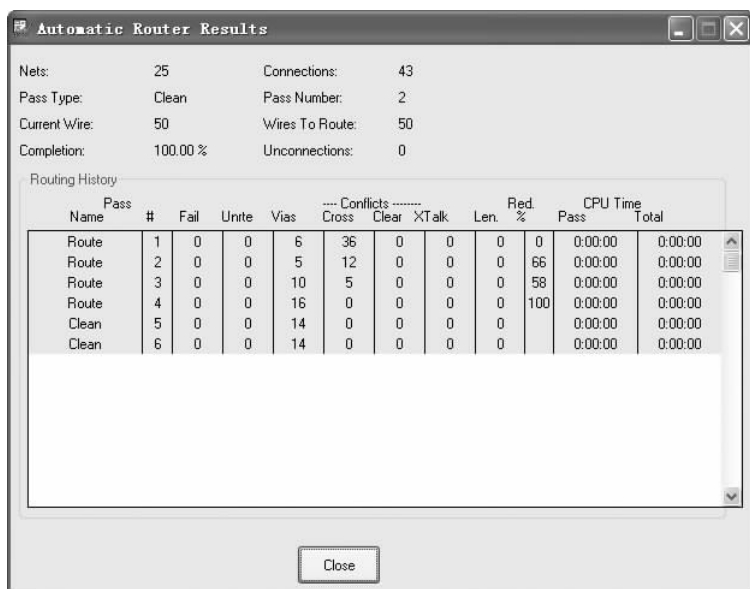

图 12-98 布线结果
3) 默认参数设置, 单击 **Route** 按钮, 开始进行自动布线, 完成布线后, 单击 **Results** 按钮, 显示布线结果, 如图 12-98 所示。